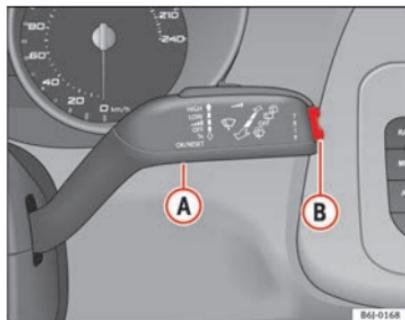

Fig. 34 Palanca del limpiacristales: tecla A y tecla basculante B
- Con el encendido conectado, pulse brevemente la tecla ⇒ fig. 34 **A** de la palanca del limpiacristales para cambiar de una memoria a otra.